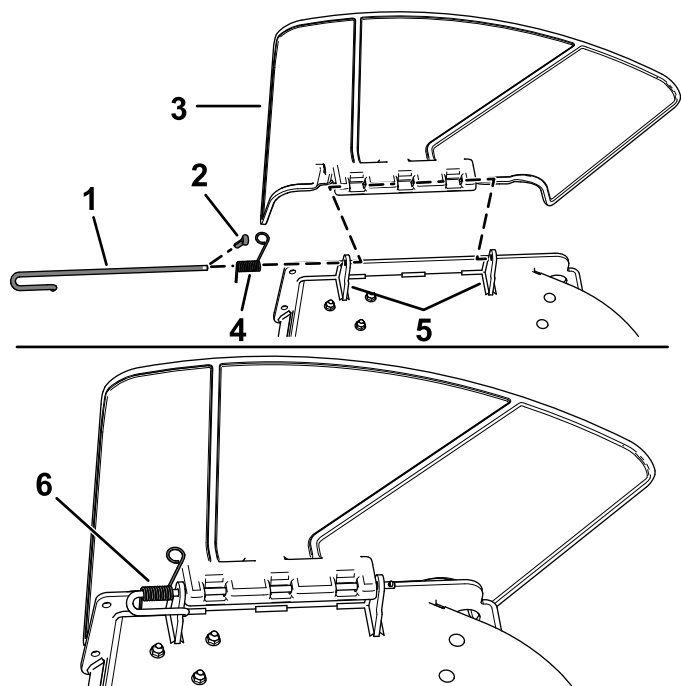

Figura 73
1. Instale o contrapino (Figura 73).
2. Desengate a mola da ranhura no suporte do defletor e deslize a barra para fora dos suportes soldados da plataforma, mola e defletor de descarga (Figura 73).
9. Instale o contrapino (Figura 73).